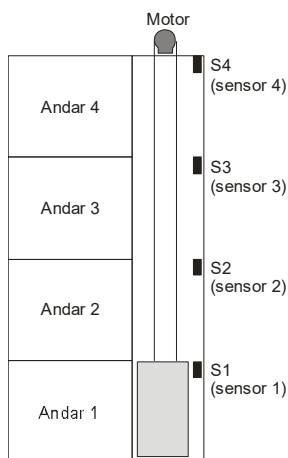
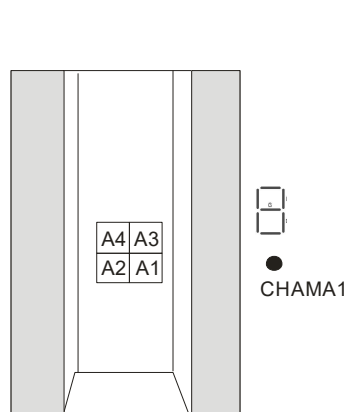
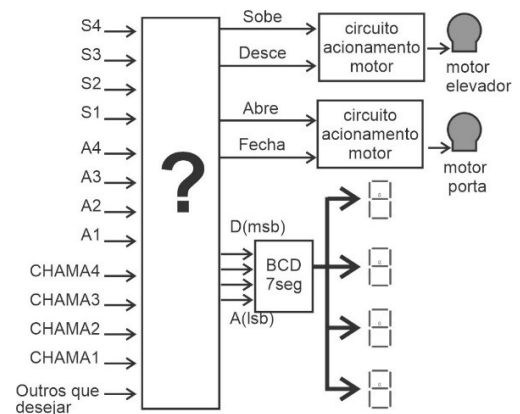

Figura 1
Figura 2
Figura 3
Considere o caso de um elevador em um prédio de 4 andares conforme ilustra a Figura 1 da sequência. Observe que em cada andar existe um conjunto de sensores (S1, S2, S3 e S4) indicando em qual andar o elevador está (são ativos alto; logo se o elevador está no terceiro andar, S3=1). Dentro do elevador, o usuário tem 4 botões (A1, A2, A3 e A4) indicando qual é o andar que o usuário deseja ir. Se o usuário desejar ir ao segundo andar, A2=1. Ainda, no saguão de entrada de cada elevador, o usuário tem um botão que chama o elevador para aquele andar. Ao todo são 4 botões (1 para cada andar a saber: CHAMA1, CHAMA2, CHAMA3, CHAMA4) também ativo alto. Além do botão presente em cada andar, existe também um display de 7 segmentos que indica em qual andar o elevador está (ver Figura 2). A Figura 3 ilustra o esquemático grosseiro de entradas e saídas do projeto que você deve produzir. Faça o projeto de uma solução para atender aos seus requerimentos. Se necessário, faça convenções (realísticas) e as indique textualmente no seu projeto na forma de comentários.
- 3) Use as mesmas nomenclaturas de botões indicadas aqui na Figura 3 e as deixe claras no esquemático do Multisim.
- 9) No seu projeto, desenhe 1 quadrado e dentro dele coloque todas as chaves que controlam o elevador (pinos de entrada da Figura 3). Isto é para que facilite o professor a "testar" seu circuito. Repetindo: o nome das chaves tem que ser o mesmo das variáveis indicadas na Figura 3.